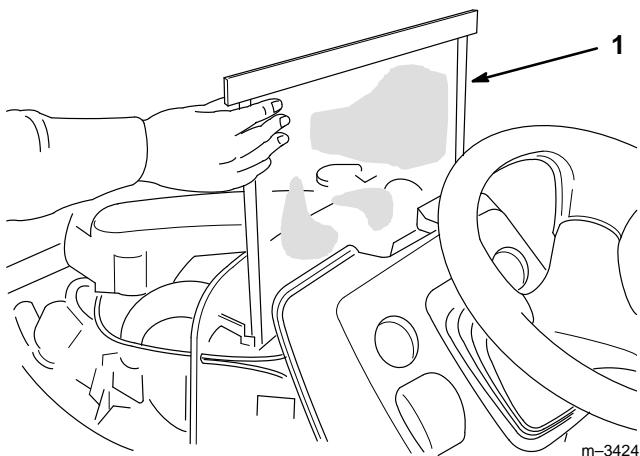

Abbildung 9
3. Das Kühlersieb (Abb. 9) befindet sich zwischen dem Kühler und dem Armaturenbrett am Traktor. Zum Ausbau das Kühlersieb aus seinem